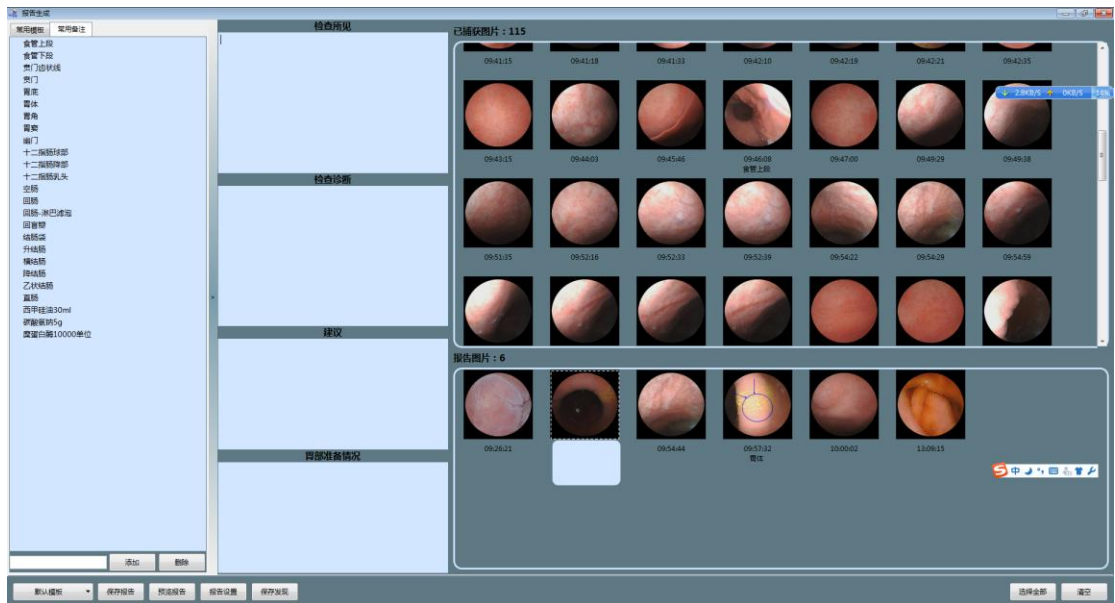

图 4-104 编辑报告图片备注
- 鼠标移动到图片上，双击鼠标左键，在弹出文本框中编辑图片备注信息，如图 4-104 编辑报告图片备注。